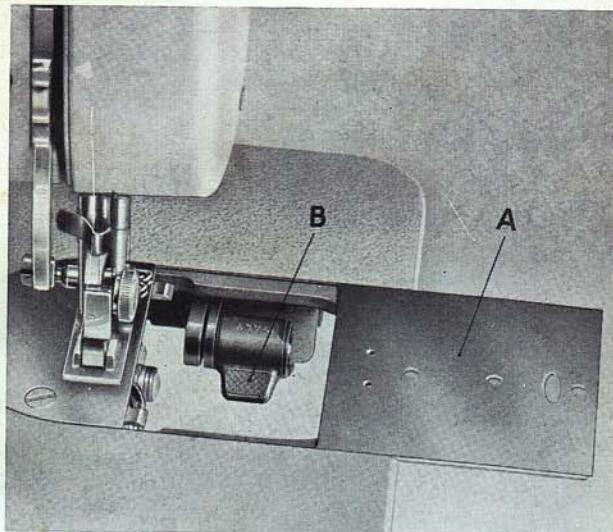

Fig. 16
- a) Push slide plate « A » entirely to the left (Fig. 16).